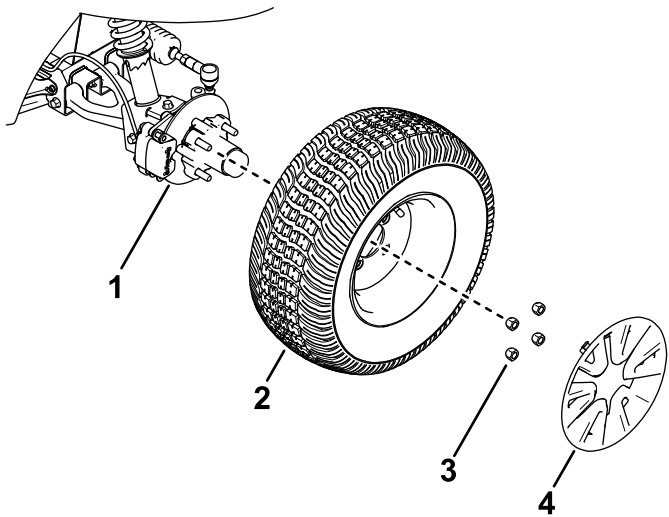

Figure 20
2. Retirez l'enjoliveur et les 4 écrous de roue qui fixent la roue sur le moyeu (Figure 20).
4. Alignez les trous de la roue et les goujons du moyeu, puis montez la roue sur le moyeu en plaçant la valve à l'extérieur (Figure 20).
5. Fixez la roue au moyeu avec les écrous de roue (Figure 20).